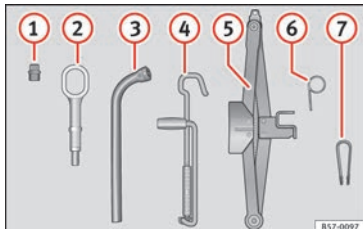

Fig. 68 Dans le coffre à bagages, sous le revêtement du plancher de chargement : outillage de bord.
- Encastrer la pince en plastique (outillage de bord) » **fig. 68** ⑦ sur le capuchon jusqu'à ce qu'elle s'emboîte » **fig. 69**.